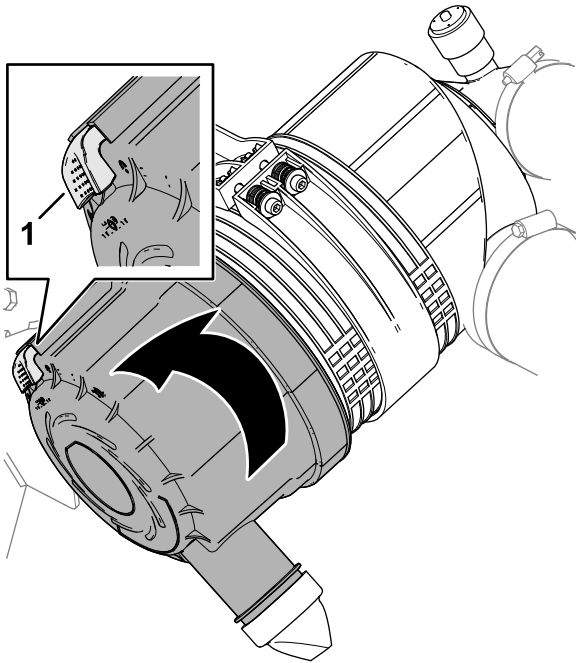

Figure 108
4. Tirez le verrou vers l'extérieur et tournez le couvercle du filtre à air dans le sens antihoraire (Figure 108).